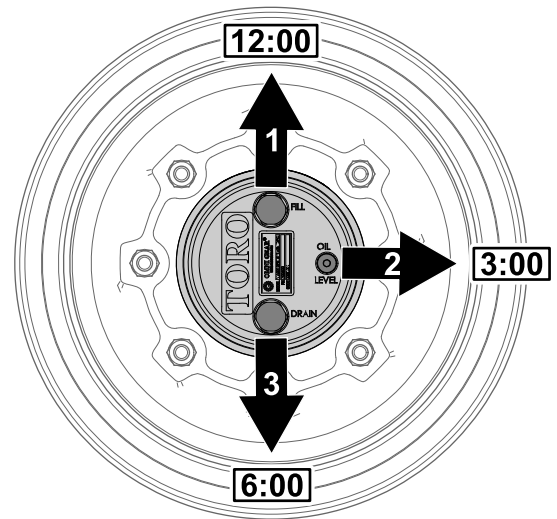

Figura 65
1. Aparque la máquina en una superficie nivelada y coloque la rueda con el tapón de llenado en la posición de las 12, el tapón de verificación en la posición de las 3 y el tapón de vaciado en la posición de las 6 (Figura 65).
2. Retire el tapón de verificación de la posición de las 3 (Figura 65).
1. Aparque la máquina en una superficie nivelada y coloque la rueda con el tapón de llenado en la posición de las 12, el tapón de verificación en la posición de las 3 y el tapón de vaciado en la posición de las 6; consulte la Figura 65 en Comprobación del lubricante de la caja de engranajes planetarios \(página 63\).